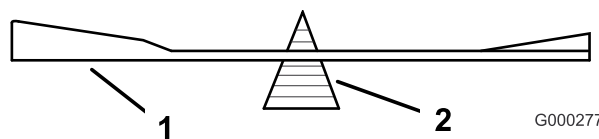
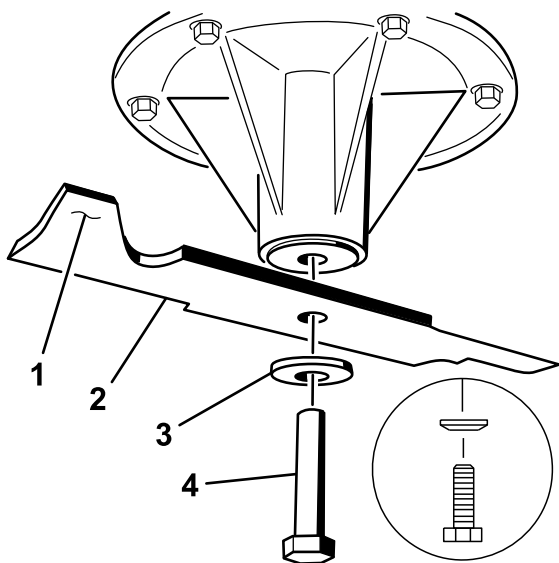

Figure 98
Figure 99
2. Vérifiez l'équilibre de la lame en la plaçant sur un équilibreur (Figure 98). Si la lame reste horizontale, elle est équilibrée et peut être utilisée. Si la lame est déséquilibrée, limez un peu l'extrémité de la partie relevée seulement (Figure 99). Répétez cette procédure jusqu'à ce que la lame soit équilibrée.
1. Placez la lame sur l'axe (Figure 99).
2. Mettez en place la rondelle élastique et le boulon de la lame. Le côté bombé de la rondelle élastique doit être dirigé vers la tête du boulon (Figure 99). Serrez le boulon à un couple de 115 à 150 Nm (85 à 110 pi-lb).